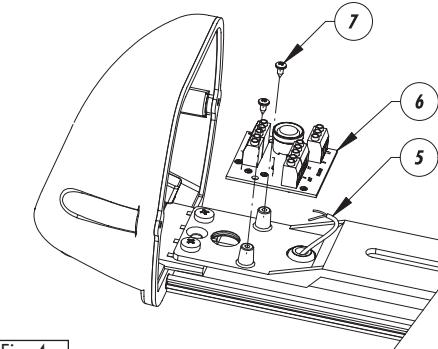

Fig. 4
- Far passare i cavi della resistenza sotto la slitta interna e poi farli passare attraverso l'apposito foro provvisto di gommino (Fig. 4, punto 5).
- Montare il circuito d'appoggio sulla slitta interna con le relative viti di fissaggio (Fig. 4, punto 6 e 7).
- Faire passer les câbles de la résistance sous la glissière interne puis à travers l'orifice prévu avec caoutchouc (Fig. 4, point 5).
- Monter le circuit de support sur la glissière interne au moyen des vis de fixation prévues (Fig. 4, points 6 et 7).
- Thread the resistance wires under the inner slide and through the hole with rubber pad (Fig. 4, point 5).
- Assemble the support circuit on the inner slide, using the screws (Fig. 4, points 6 and 7).